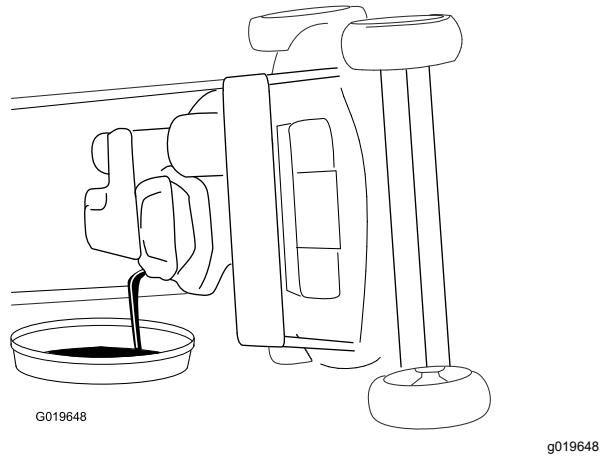

Figure 23
4. Inclinez la machine sur le côté (filtre à air en haut) pour vidanger l'huile usagée par le tube de remplissage (Figure 23).